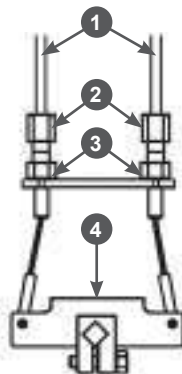

Рис. 29 Тросы механизма переключения передач
1. Ослабьте затяжку контргайки 3 регулировочных винтов 2 (Рис. 29).